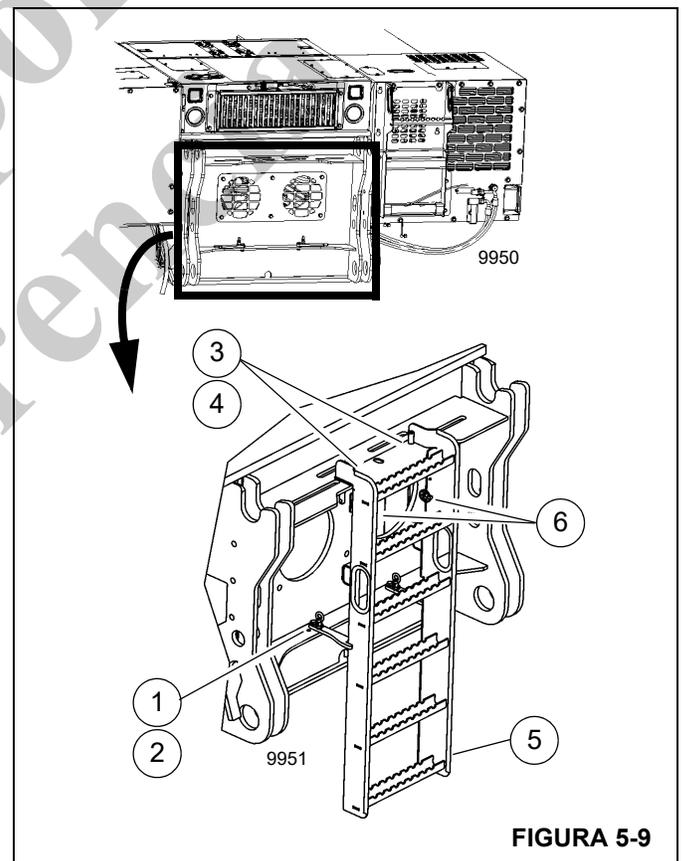

FIGURA 5-9
1. Tire de los pasadores (1, Figura 5-9) y gire las placas de soporte de la escalera (2) a su posición.
3. Inserte los pasadores rápidos de la escalera (3, Figura 5-9) en los orificios (4) en la ubicación de mantenimiento trasero.
4. Asegure la escalera (5) con los pasadores (6).
1. Retire los pasadores (6, Figura 5-9) y la escalera de la posición de mantenimiento trasera.
3. Tire de los pasadores (1, Figura 5-9) y gire las placas de soporte de la escalera (2) a la posición de almacenamiento.